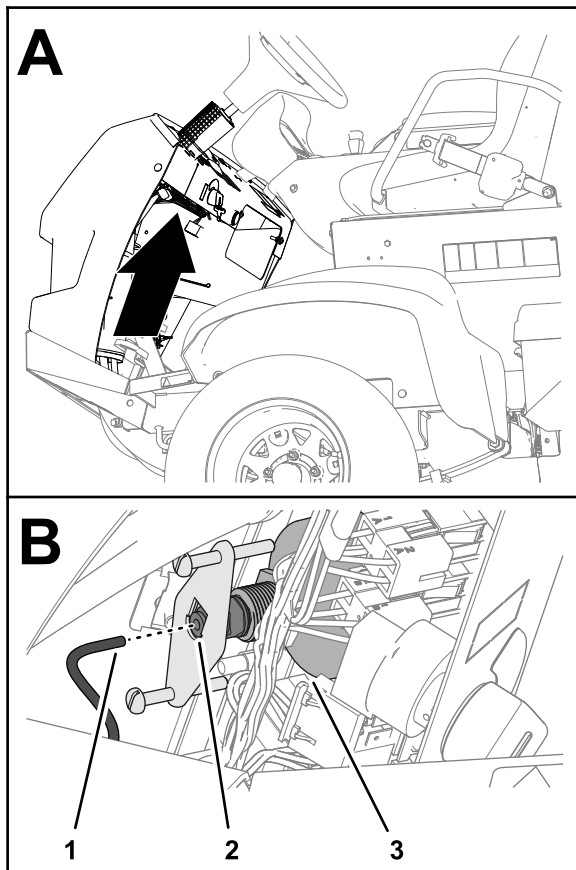

Figura 137
5. Retire o tubo da parte de trás do indicador de pressão e coloque a extremidade do tubo num recipiente (Figura 137).